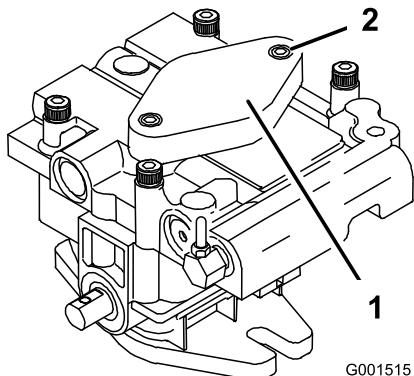

Figure 62
7. Pour amorcer la pompe de charge, desserrez 2 vis à six pans à tête creuse (Figure 62) de seulement un tour et